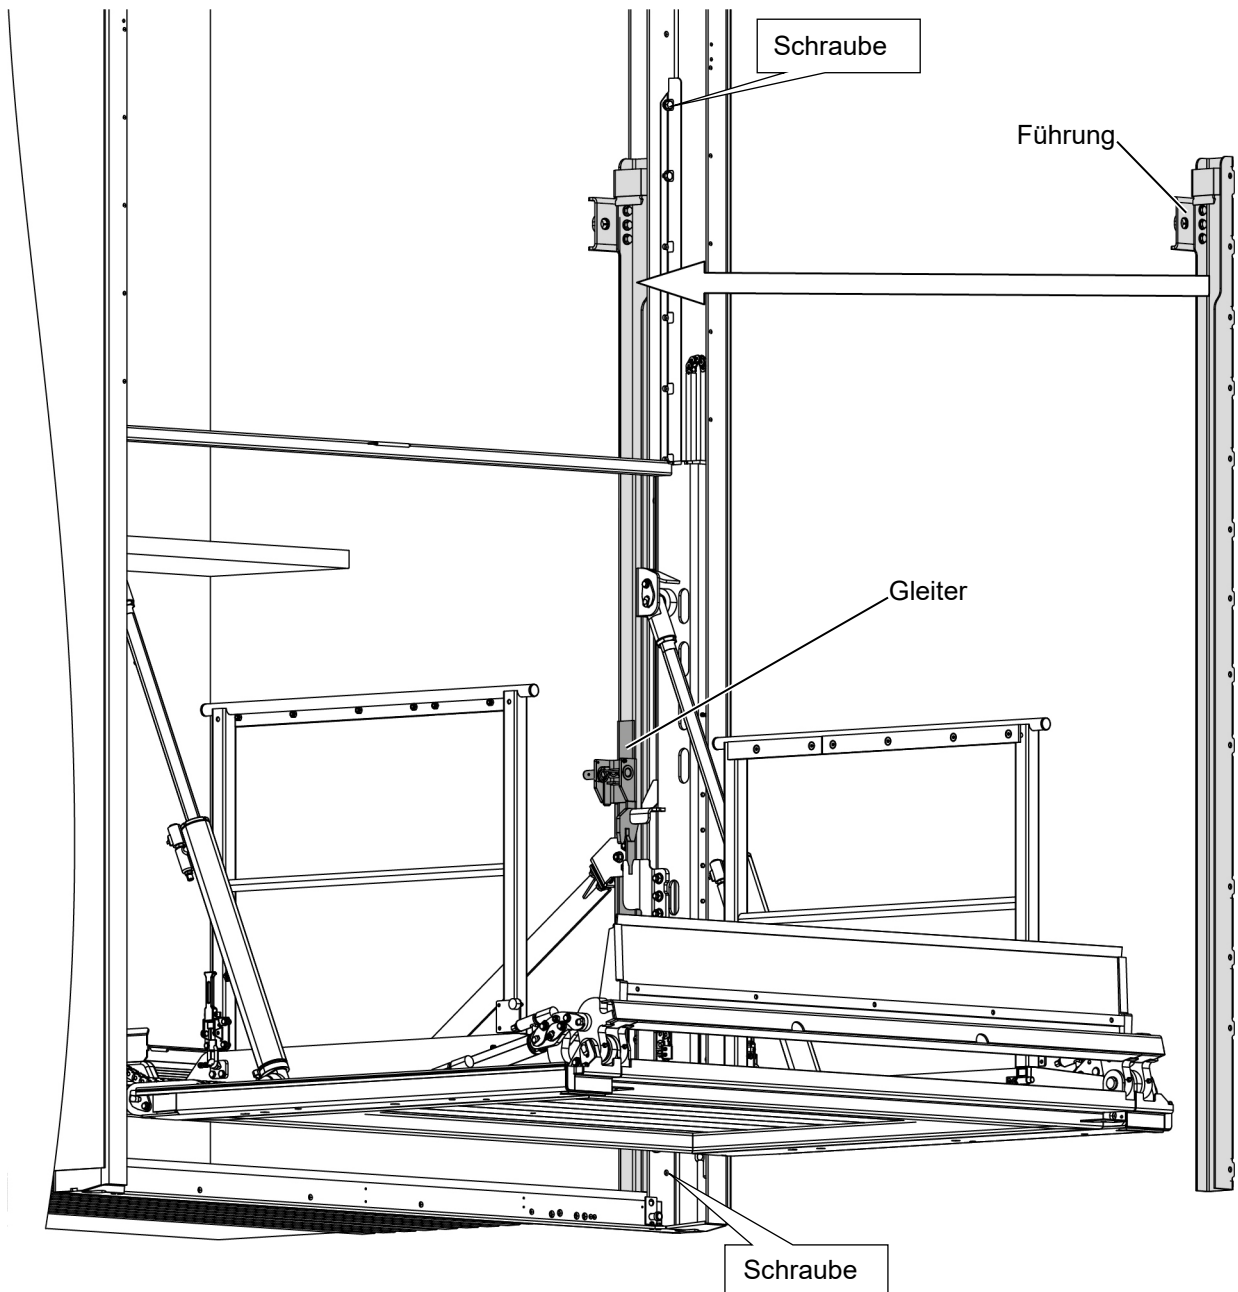

Abbildung 20: Führung rechts montieren
- Schieben Sie die rechte Führung über den Gleiter (siehe Abbildung 20, Seite 31).